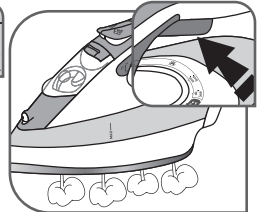

Fig.10
- A gőz állandó sebességének és a legjobb eredmény elérésének biztosítása érdekében a vasalás közben tartsa lenyomva a fogantyú alatt található gombot (alkalmanként legalább 5 másodpercig) – **fig.10.** Ha felengedi a kart, a gőzárám leáll.